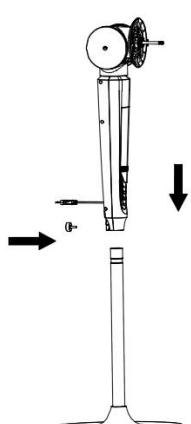

Рис. 2
- B. Помістіть корпус вентилятора на стояк та зафіксуйте гвинтом (Рис. 2).